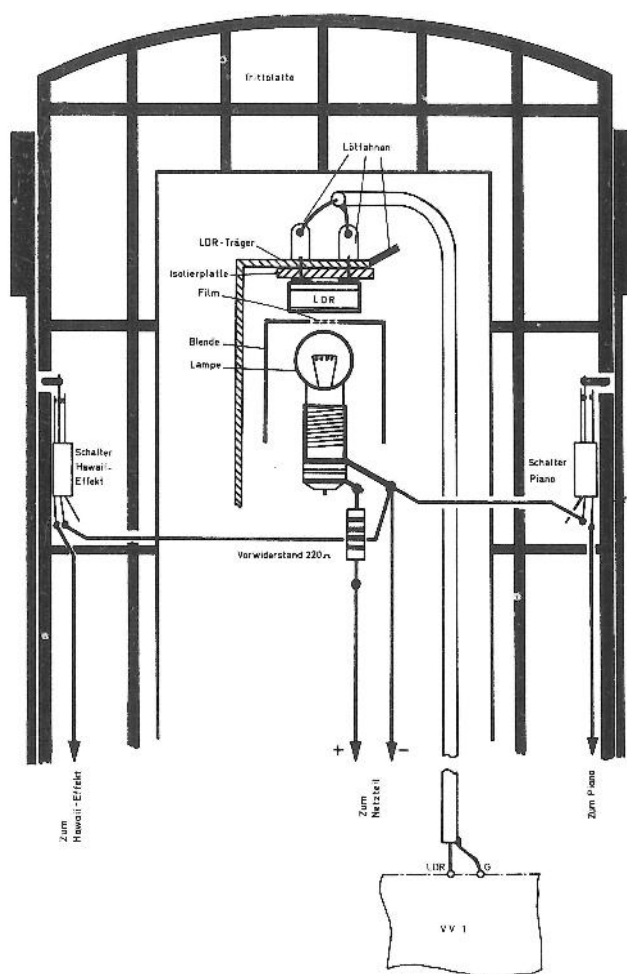
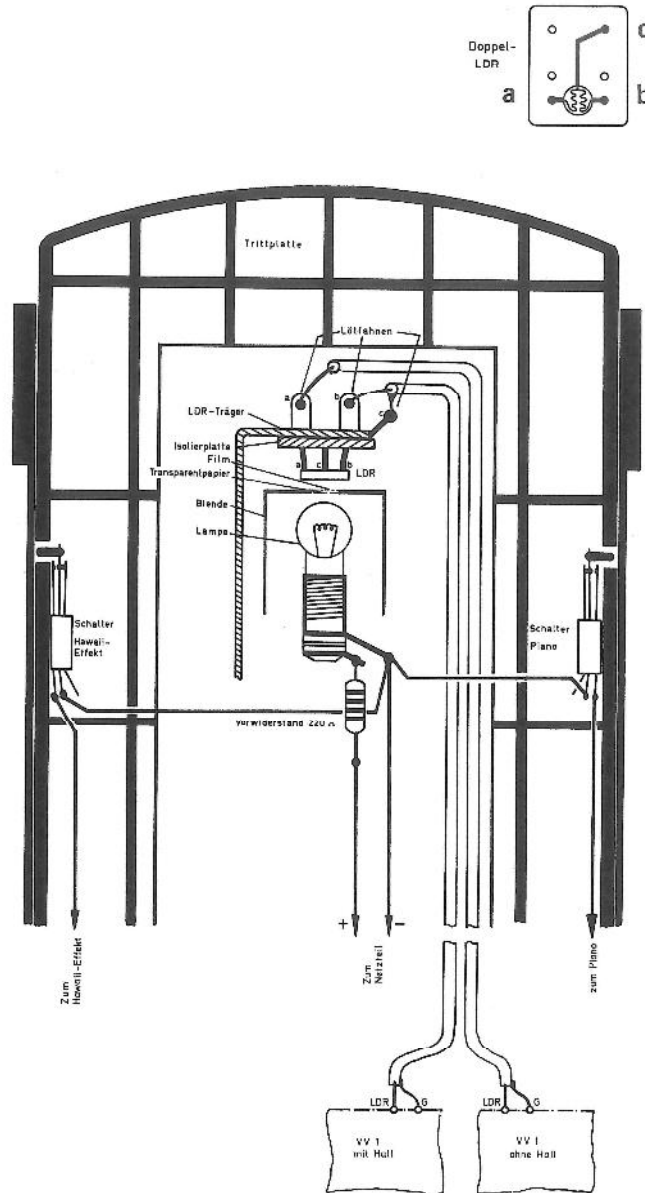

Abb. 13: Verdrahtung des einkanaligen Fußschwellers
Abb. 14: Verdrahtung des zweikanaligen Fußschwellers
- () Verdrahten Sie den Schweller nach Abb. 13. Beachten Sie, daß der Schweller auch mit Doppel-LDR geliefert werden kann. Verdrahten Sie in diesem Fall nur die eine Seite des LDR's (siehe auch Abb. 14).
- () Schließen Sie die Kabel nach Abb. 13 an. Führen Sie die Zuleitungen in einer Schleife zum Kabelbaum zurück, so daß Sie den Schweller nach vorne aus der Orgel ziehen können.
- () Verdrahten Sie den Schweller und schließen Sie die Kabel nach Abb. 14 an. Führen Sie die Zuleitungen in einer Schleife zum Kabelbaum zurück, so daß Sie den Schweller nach vorne aus der Orgel ziehen können.